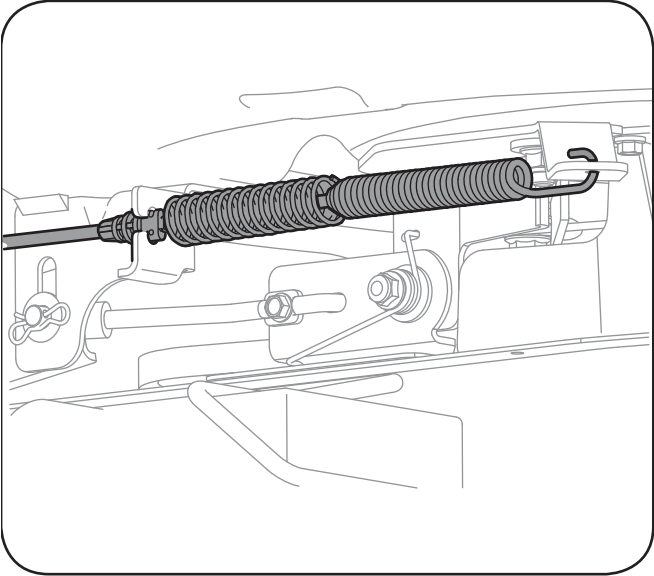

Figure 7-4
- 8. Écartez le câble de la prise de force de l'arrière du plateau de coupe en retirant la goupille-épingle qui le retient. Retirez le ressort du support de la poulie de tension du plateau de coupe. Voir la Figure 7-4.